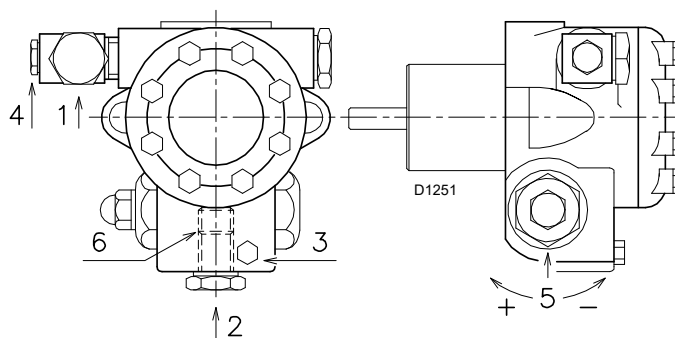

Abb. 21
- Damit sich die Pumpe selbst einschalten kann, muss die Schraube 3) der Pumpe, siehe Abb. 21, gelockert werden, damit der Ansaugschlauch entlüftet wird.
- Die Pumpe ist eingeschaltet, wenn aus der Schraube 3)(Abb. 21) Heizöl heraustritt. Stoppen des Brenners: Den Schalter 1)(Abb. 29, auf Seite 24) auf „OFF“ stellen und die Schraube 3) einschrauben.